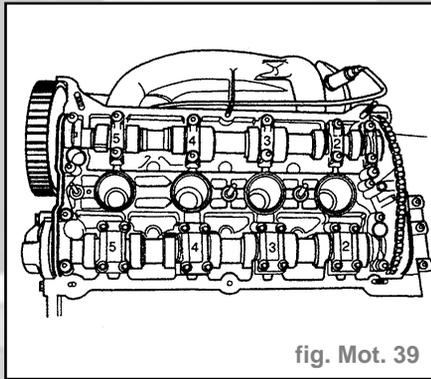

fig. Mot. 39
- Commencer par déposer les chapeaux de palier 3 et 5 des arbres à cames d'admission et d'échappement (fig. mot. 39).